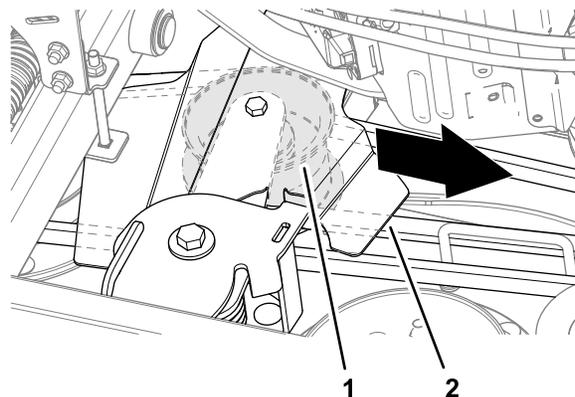

Figura 77
6. Puxe a polia intermédia e a cobertura da polia intermédia na direção do motor e deslize a correia para fora das polias (Figura 77).